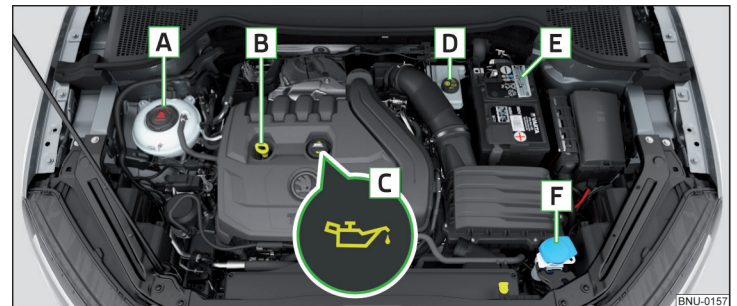

Abb. 297 Anordnungsbeispiel im Motorraum
- › Den Deckel der Motoröleinfüllöffnung **C** abschrauben » Abb. 297 auf Seite 275.